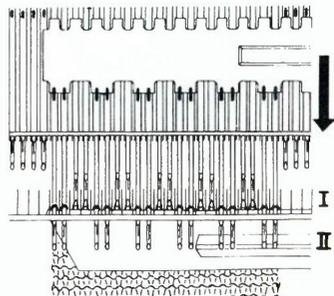

Fig. 95
1. Bem: Musterschiene mit 2-2 Teilung hinter die 1. und 2. N setzen und die N paarweise in Ruhestellung vorschieben, Fig. 95.